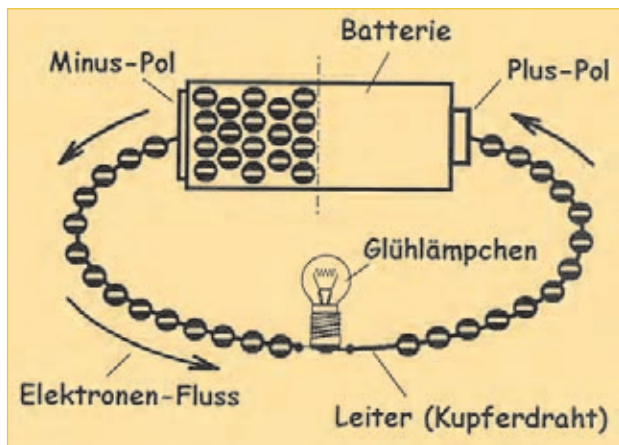

Abb. 1.3 – Die Elektronen fließen vom Minus- zum Plus-Pol.
Schließt man an die beiden Pole einer Spannungsquelle einen Stromverbraucher an, fließt ein elektrischer Strom, weil sich die Elektronen oder negativen Ladungsträger bewegen. Der elektrische Strom verhält sich nach Abb. 1.2 wie Wasser in einer Leitung: So wie durch die beiden Schläuche eine bestimmte Menge Wasser fließt, fließen durch jeden metallischen Leiter eine bestimmte Anzahl von Elektronen pro Sekunde. Diese elektrische Stromstärke wird in Ampere (A) angegeben. In Elektrotechnik und Elektronik treten meist Ströme zwischen einigen Mikroampere (μA) und mehreren Ampere auf. Mikro heißt dabei 10^{-6} , so dass $1 \mu\text{A}$ ein Millionstel Ampere ist. Ein Multimeter kann Ströme bis 1 A oder noch größer korrekt erfassen. Da die Elektronen negativ geladen sind, bewegen sie sich außerhalb der Spannungsquelle vom Minus- zum Plus-Pol (Abb. 1.3). Man spricht dabei auch von der physikalischen Stromrichtung. Bei ihrer Bewegung erzeugen sie ein Magnetfeld, dessen Stärke mit der Stromstärke zunimmt (Abb. 1.4). Dieser Elektromagnetismus wird in der Elektrotechnik genutzt.